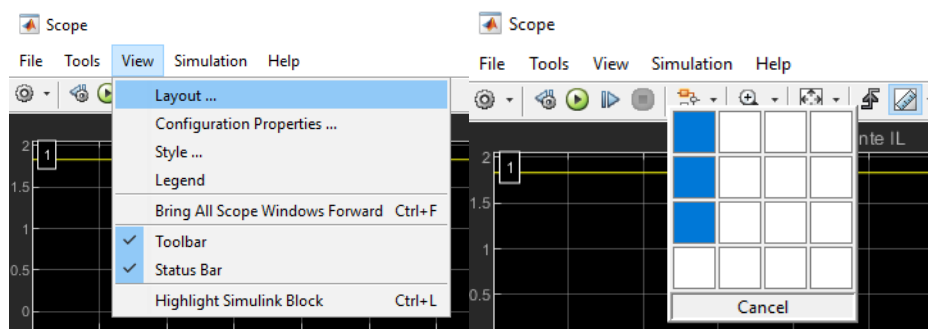

Fig. 15. Separación de las gráficas de los resultados obtenidos en simulación.
- a) Con el bloque *Scope*, separe las gráficas usando la pestaña *View->Layout*, ver **Fig. 15**.